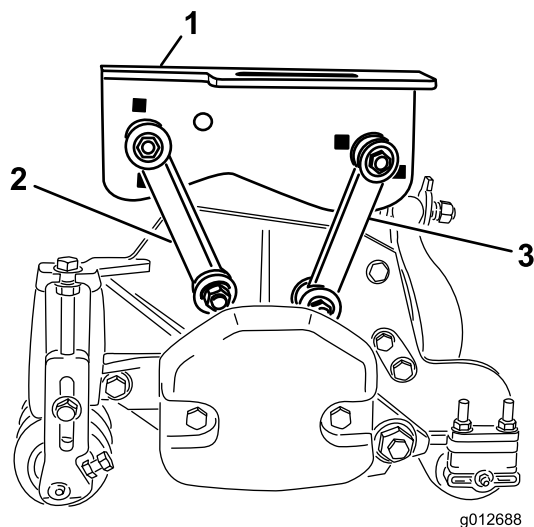

Figura 17
- Fixe as ligações de montagem frontais à estrutura de suporte intermédia com um parafuso (3/8 x 2-1/4 pol.), 2 anilhas de cabeça chata e uma porca de bloqueio, como se mostra em Figura 17. Posicione uma anilha em cada lado da ligação quando estiver a montar. Aperte os parafusos e porcas a 42 Nm.
- Fixe as ligações de montagem traseiras à estrutura de suporte intermédia com um parafuso (3/8 x 2-1/4 pol.), 2 anilhas de cabeça chata e uma porca de bloqueio, como se mostra em Figura 17. Posicione uma anilha em cada lado da ligação quando estiver a montar. Aperte os parafusos e porcas a 42 Nm.